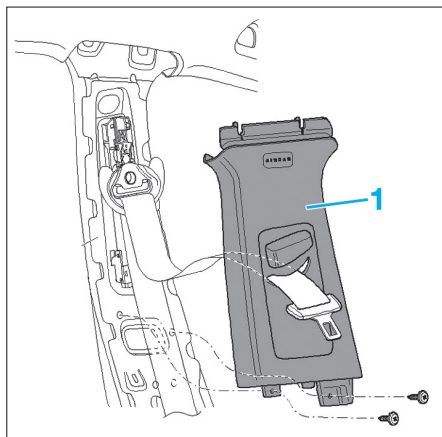

Fig. 72
- les garnitures (1) des montants de portes (Fig.72),